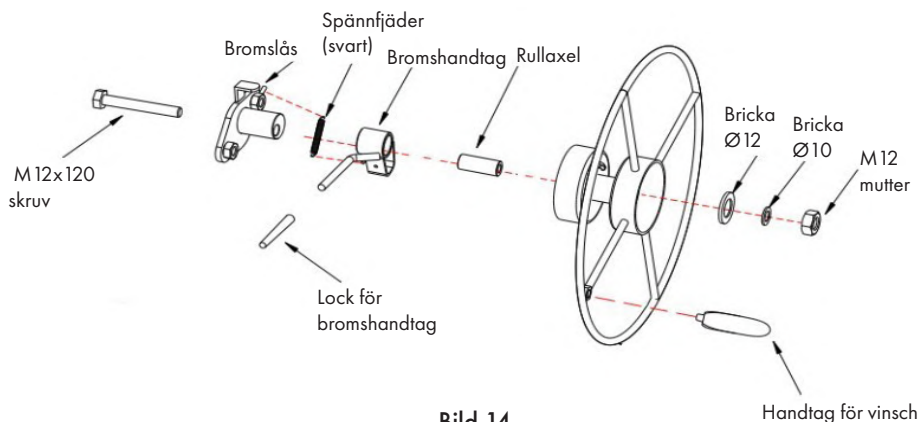

Bild 14
- Slutför monteringen av vinschhjulet enligt Fig. 14.